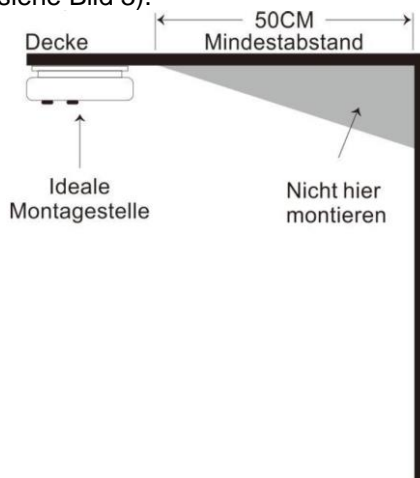

Bild 2
- Wenn Sie den Melder an einer Wand montieren, so sollten Sie einen Abstand von 10 cm zur Decke einhalten (siehe Bild 2).